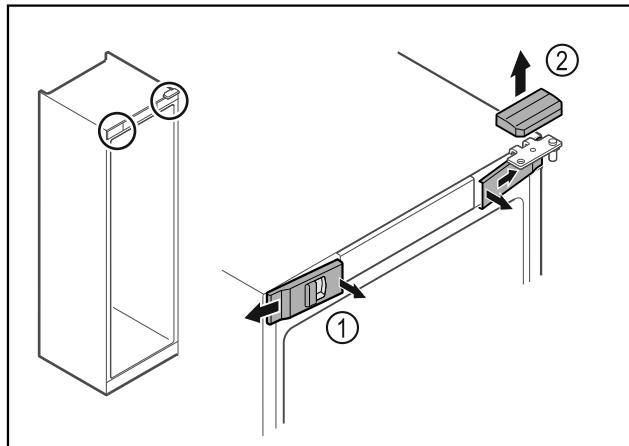

Fig. 12
- Звільніть передні кришки Fig. 12 (1) всередині від фіксатора та поверніть убік.
► Зніміть верхню кришку Fig. 12 (2) вгору.